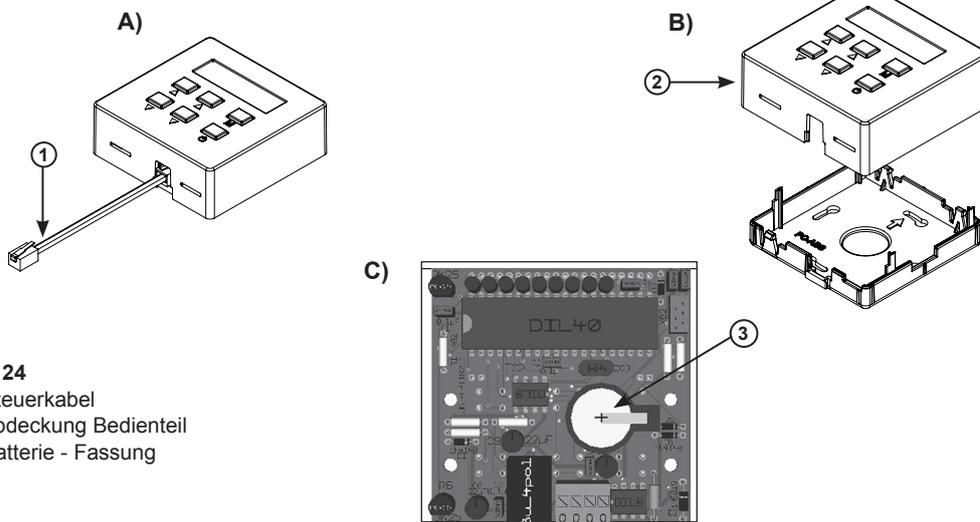

Abb. 24
- Trennen Sie das Steuerkabel (1) vom Bedienteil.
- Öffnen Sie das Bedienteil indem Sie die Abdeckung (2) anheben.
- Die Fassung (3) für die Batterie liegt auf der Platine. Entnehmen Sie die Batterie und ersetzen sie diese gegen ein neue, wie im Abb. 24 C dargestellt.